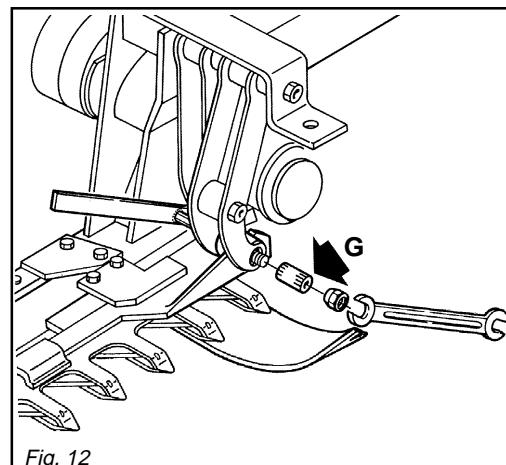

Fig. 12
- Infilare le lame (B e C, Fig. 11) nelle guide della barra e fissare prima la lama (B) e quindi la (C) con le viti e le boccole ad espansione (G, Fig. 12).
- Fit the blades (B and C, Fig. 11) in the cutting arm guides, fixing first blade (B) then blade (C) using the screws and expansion bushes (G, Fig. 12).
- Die Klingen (B und C, Abb. 11) in der Balkenlaufschiene einführen und zuerst die Klinge (B) und dann die (C) mit den Spreizschrauben und Spannbuchsen (G, Abb. 12).
- Enfiler à nouveau les lames (B et C, Fig. 11) dans les guides de la barre et fixer d'abord la (B) puis la (C) avec les vis douilles expansibles (G, Fig. 12).
- Inserir las hojas (B y C, Fig. 11) en las guías de la barra y fijar primero la (C) y luego la (B) con los tornillos y los manguitos de expansión (G, Fig. 12).